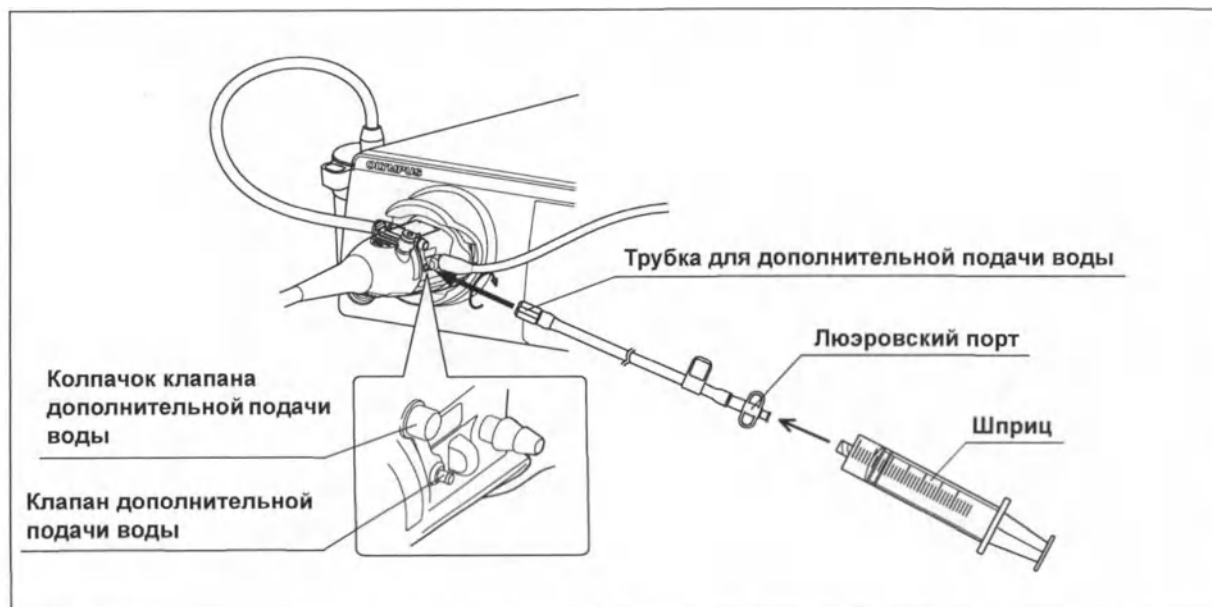

Рис. 5.7
- 3 Заполните водой и присоедините к люэровскому порту трубки для дополнительной подачи воды чистый шприц объемом 30 мл, промойте канал дополнительной подачи воды, используя 30 мл воды. (см. рис. 5.7)